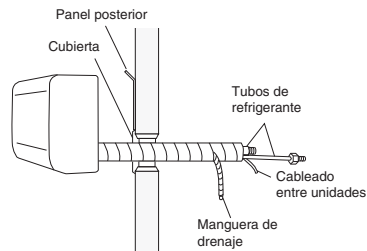

Fig. 3-94
- (1) Dé forma a los tubos de refrigerante de manera que puedan entrar fácilmente por el orificio de la pared. (Fig. 3-94)